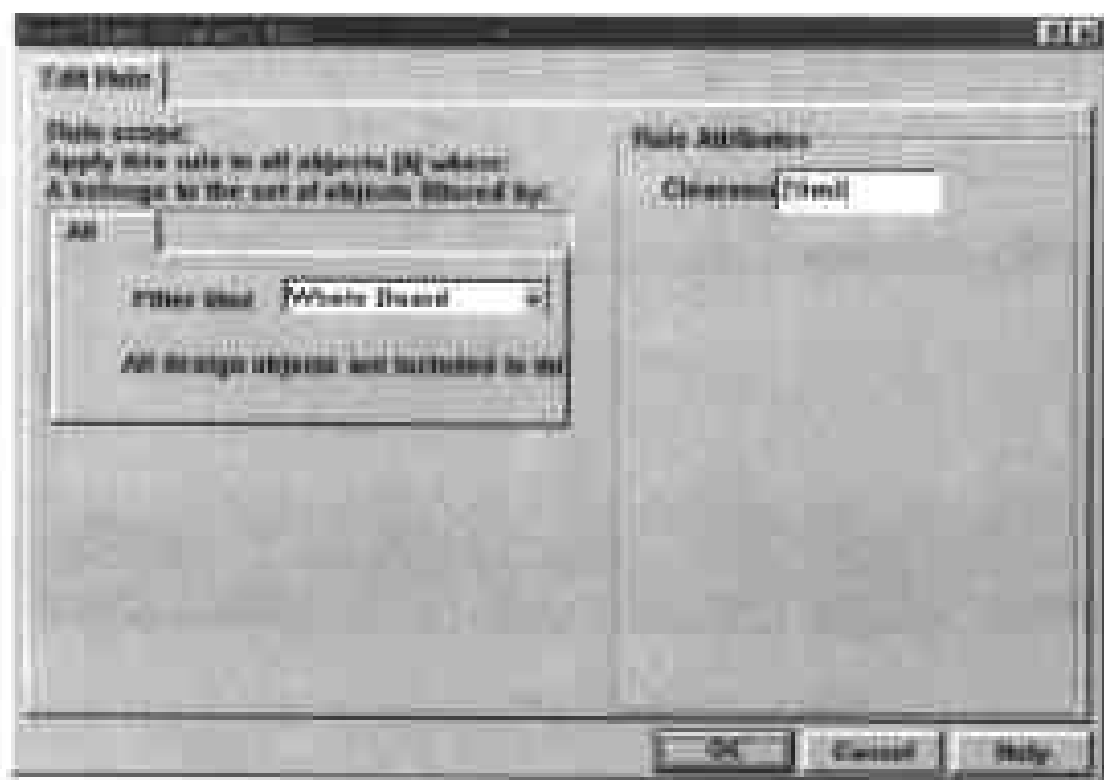

图 9-27 设置电源板层安全间距的对话框
(2) 在对话框下部方框中显示出了 Scope, Clearance 两栏内容, 用户新设置的规则也将显示在这个方框中, 单击对话框底部的 Add 命令按钮, 弹出如图 9-27 所示的对话框。